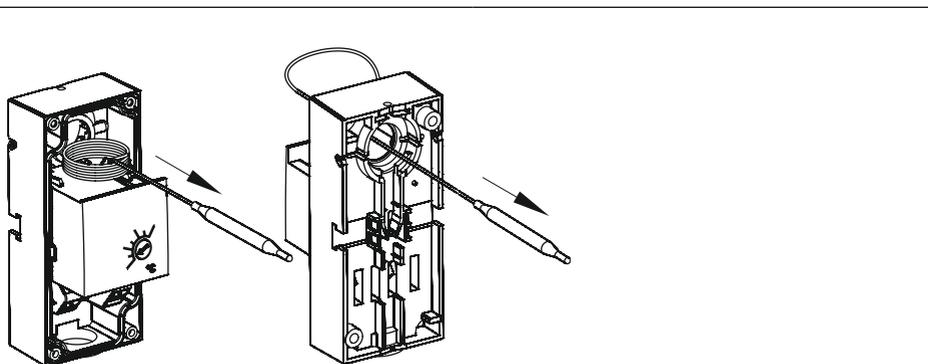

Bild 5-5: Abwickeln der Kapillare
4. Kapillare auf erforderliche Leitungslänge abwickeln (vgl. Bild 5-5).
5. Sensor wieder durch die Gehäuserückwand nach hinten führen (vgl. Bild 5-5).